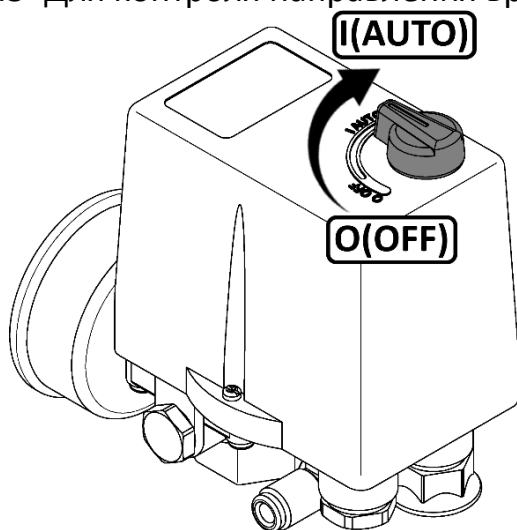

Рисунок 4
- Проверьте, чтобы выключатель на прессостате находился в выключенном положении "OFF" или "0", в зависимости от исполнения (см. рисунок 4).
- 1 Выключить компрессор выключателем на прессостате. Для этого необходимо переключить выключатель в положение "OFF" или "O", в зависимости от исполнения (см. рисунок 4). После этого остановится электродвигатель и произойдет сброс давления из нагнетательного воздухопровода и поршневого блока.
Для пуска компрессоров СБ4/С-100.АВ858, СБ4/С-270.АВ858, СБ4/Ф-270.АВ858, СБ4/Ф-270.АВ858В, СБ4/Ф-500.АВ858, СБ4/Ф-270.АВ858/16, СБ4/Ф-500.АВ858/16, СБ4/Ф-500.АВ858ТБ после срабатывания защиты выполните следующие действия: после того, как двигатель остынет до допустимой температуры переключите выключатель на прессостате в положение "OFF" (см. рисунок 4), а затем включите компрессор переключив выключатель в положение "АВТО".